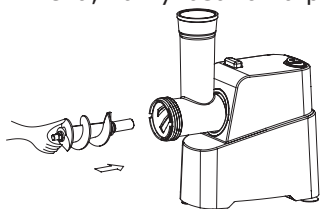

рис. 2
2. Поместите шнек в горловину узким концом вперед и слегка проверните его пока он не войдет в тесный контакт с приводом электродвигателя (рис.2).